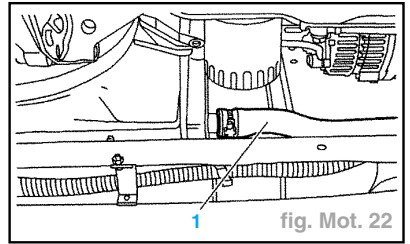

fig. Mot. 22
- Désaccoupler la durit inférieure (1) du radiateur (fig. Mot. 22).
- Accoupler la durit (1) (fig. Mot. 22).